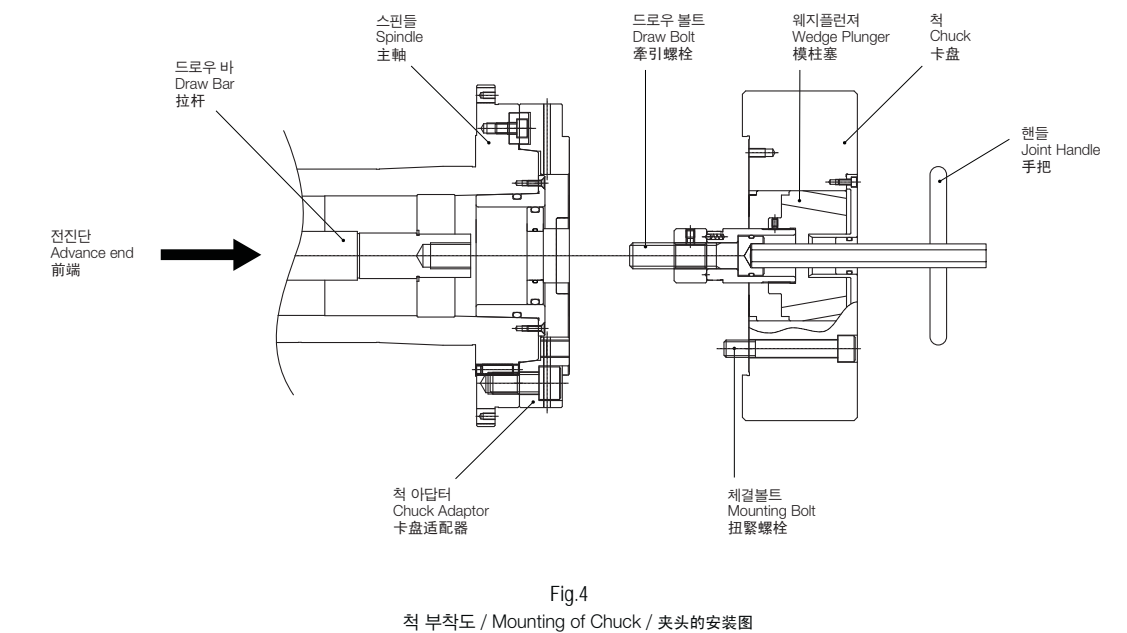

Fig.4
加工c部分螺丝时, 采用JIS6H或6h, 6g精度以适合油缸活塞杆螺丝. (参照图4)
(4) 척을 드로우 바에 연결합니다. 척의 소프트 조와 커버를 떼어내고 척 핸들을 척의 중심 구멍에 삽입하여 드로우 볼트를 회전시키면서 드로우 바를 연결하여 주십시오.(Fig.4) 드로우 볼트와 드로우 바를 연결할때, 자연스럽게 연결되지 않으면 나사부위를 확인하여 주십시오. 무리하게 연결하면 소착의 원인이 되며 부품이 파손됩니다.
(4) Connect the chuck to the drawbar. Remove the soft jaw and cover of the chuck to insert the connecting handle into the central hole of the chuck. If threading the drawbar is difficult, check the threads. Using excessive force to thread the drawbar may cause damage. (see Fig.4)
(4) 请将夹头连接在拉杆. 请打开夹头的软爪和盖子, 把连接用把柄插到夹头的中心孔, 使用牵引螺栓使之与拉杆连接. (Fig. 4) 在连接draw螺栓和拉杆时, 若不容易连接, 请确认螺丝部位. 若硬是连接, 有可能损坏柱塞和配件.